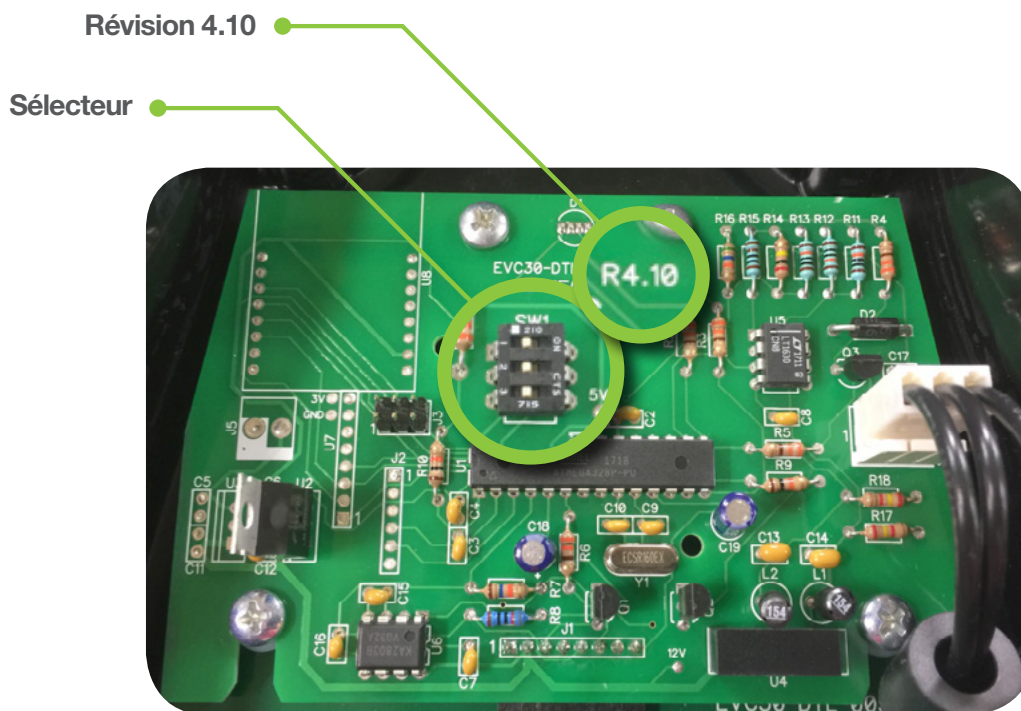
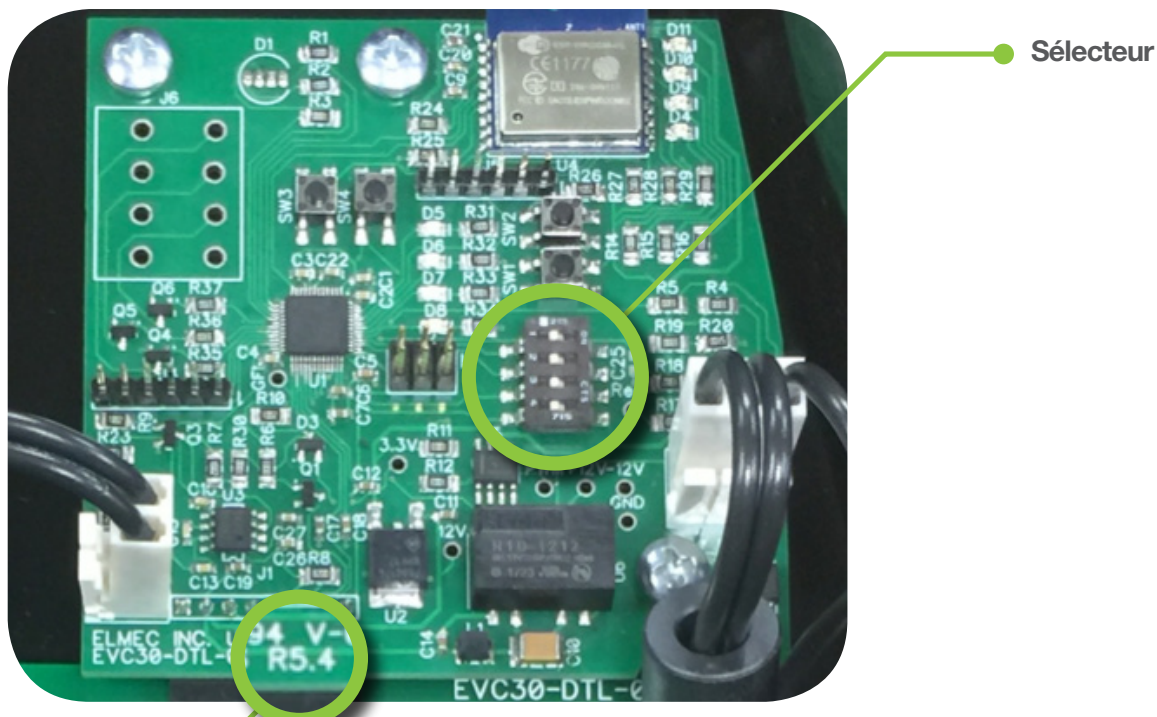

Figure 5 : Position du sélecteur (SW1, R4.10)
Figure 6 : Position du sélecteur (SW5, R5.4 et +)
5. À l'aide d'un petit tournevis à tête plate, modifier l'état des sélecteurs en déplaçant les petits leviers blancs vers la gauche ou vers la droite selon la valeur désirée. Se référer à la Figure 5 et à la Figure 6 ainsi qu'au Tableau 4 et au Tableau 5 dépendamment de la révision du circuit électronique installé.